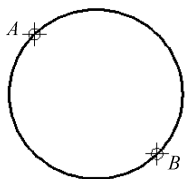

图 2-45 “两点”方式画圆
(3) “两点”方式画圆。通过指定圆周上的两点绘制圆，所指定两点间距离即为该圆的直径，如图 2-45 所示。